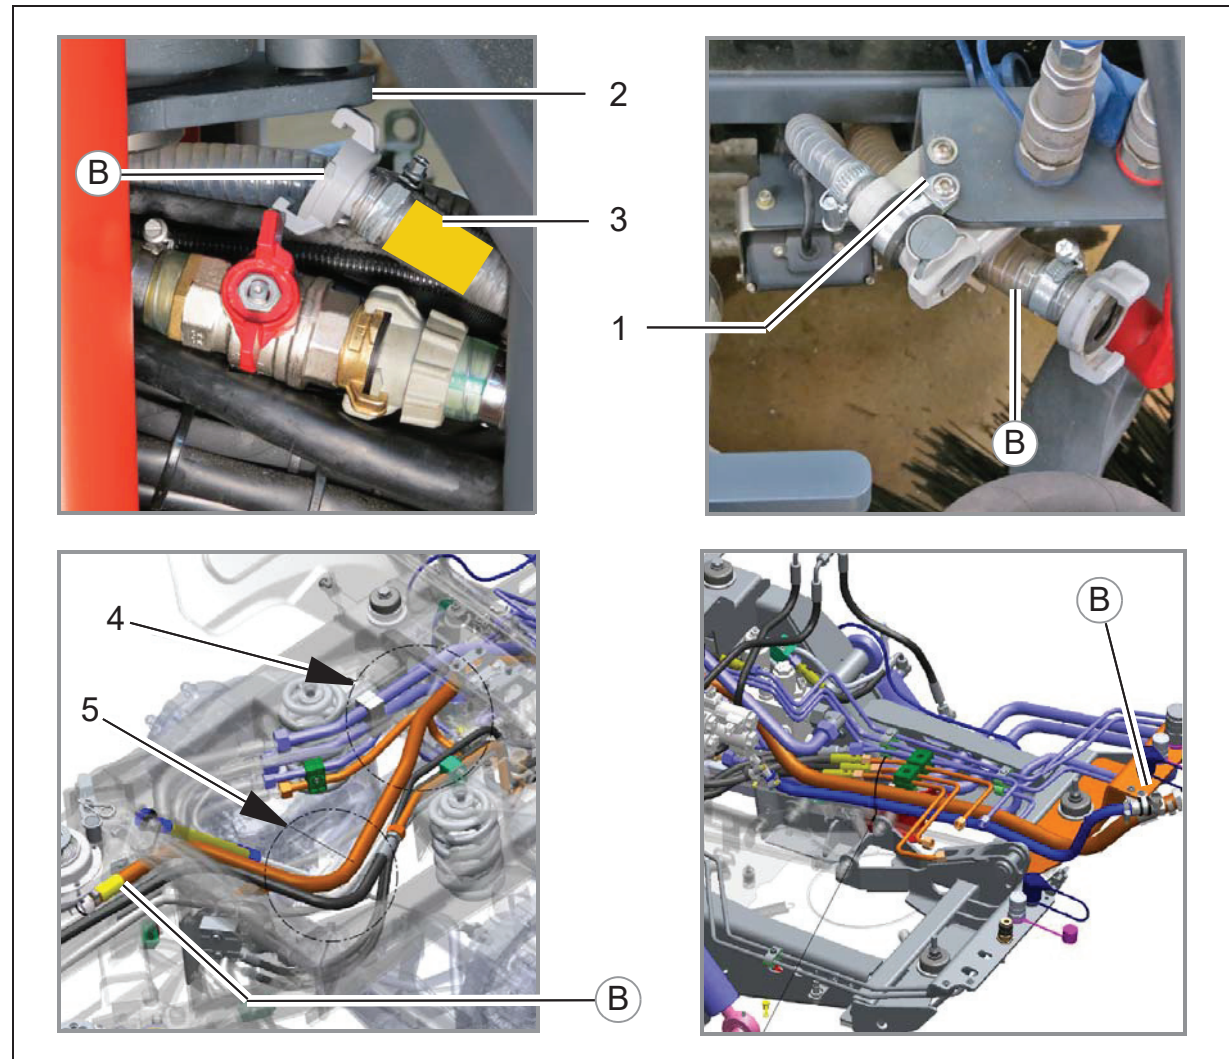

Abb.5
3. Den Umlaufwasserschlauch (Abb. 5/B) zwischen Schlauchbefestigung (Abb. 5/1) und Knickbereich (Abb. 5/2) verlegen.
6. Den gelben Aufkleber (Abb. 5/3) an beiden Enden des Umlaufwasserschlauchs anbringen.
- Umlaufwasserschlauch ggf. vor Klimaschläuche (Abb. 5/4) verlegen.
- Umlaufwasserschlauch rechts um Saugleitung auf Schlauchpaket (Abb. 5/5) verlegen.